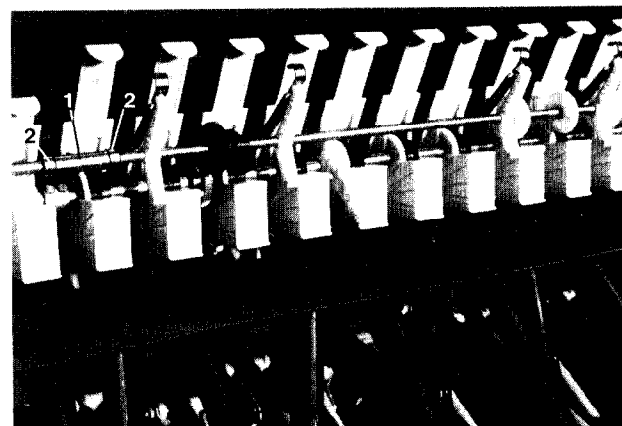

Fig. 104
- Een houder (Fig. 104/1) die de aandrijfas axiaal opsluit, grijpt in een uitsparing aan het zaaihuis. Deze houder wordt bij het afzwenken van de voordrijfas uit de uitsparing getrokken en is na opvolgende montage weer te bevestigen. De houder (Fig. 104/1) wordt axiaal door stelringen (Fig. 104/2) op de voordrijfas geborgd.